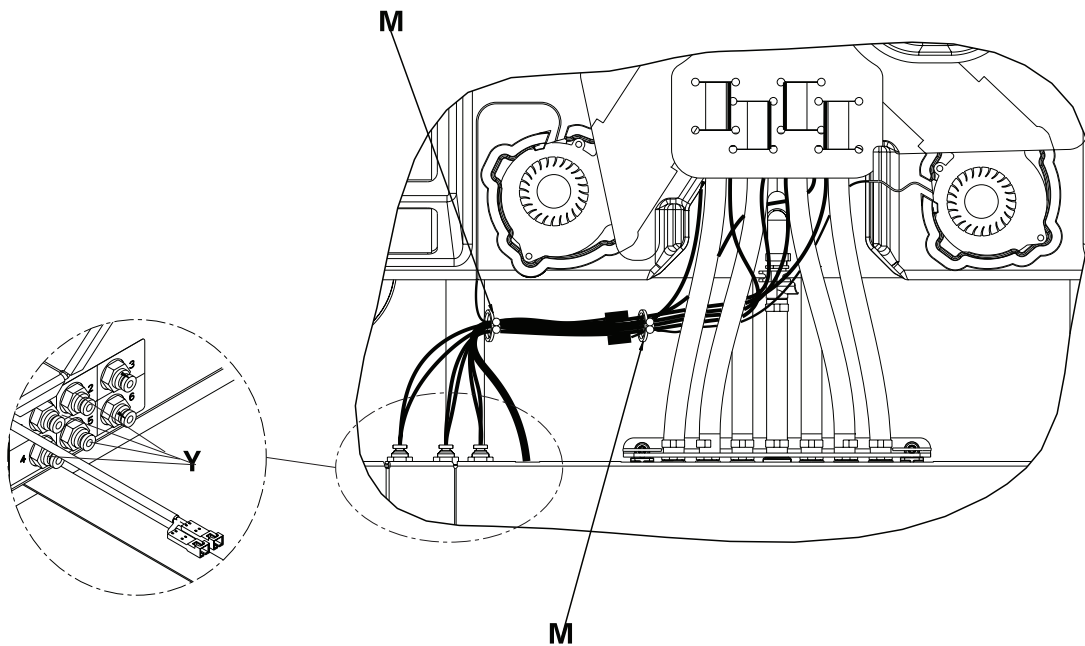

Figure 2-14 : Conduites de capteur de matelas et serre-câbles à coulisse
8. Débrancher les quatre conduites du capteur de cellules (Y) (1 bleu, 2 jaune, 4 vert et 5 orange) de la boîte côté pieds. Pousser le raccord vers l'intérieur et tirer sur chaque conduite (Figure 2-14 à la page 2-35).
9. Sortir les conduites de capteur des serre-câbles à coulisse (M) (Figure 2-14 à la page 2-35).